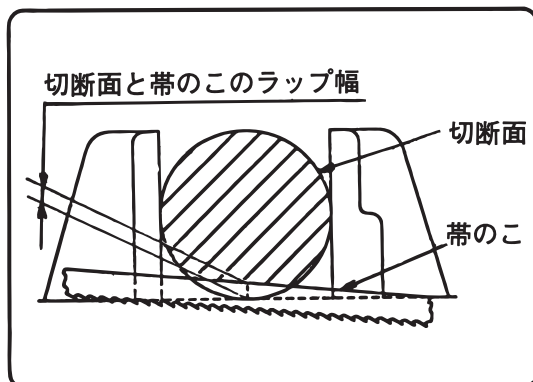

図 28
- 材料の切断面と帯のこがラップ(図28)するように、帯のこの下限位置を調整してください。下限位置調整をしないと、材料に切残りが出たり、フレーム上昇時に帯のこが材料と当たり、帯のこがはずれたり、帯のこ破損の原因になります。
材料を切断する場合は、切断面と帯のこが、3mm以上ラップした状態で帯のこが停止するよう帯のこの下限位置を調整してください。(図28)